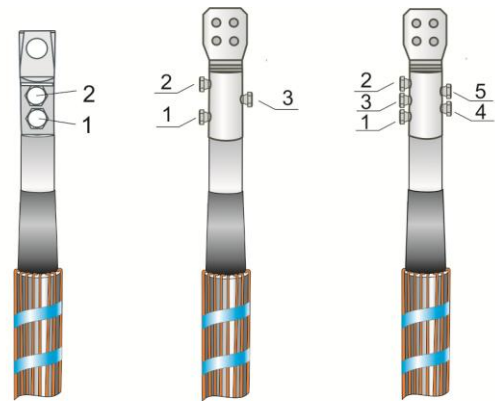

Рис.12А) Рис.12Б) Рис.12В)
12. Снять фазную изоляцию с жилы кабеля на расстоянии, равном внутренней длине цилиндрической части наконечника. Надвинуть наконечник и сорвать головки болтов в соответствии с Рис.12.